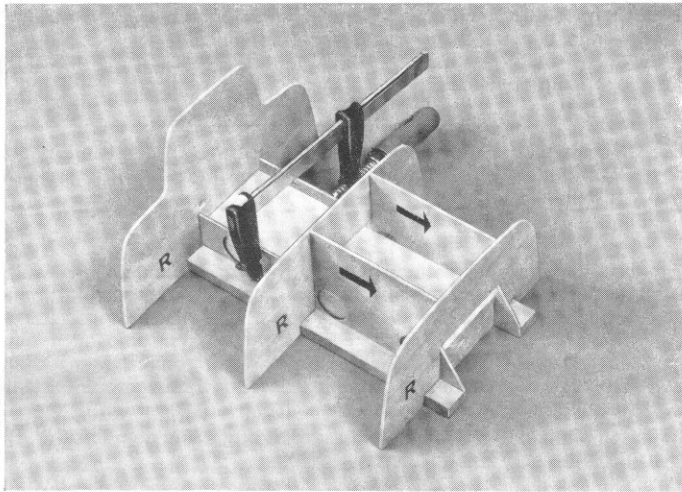
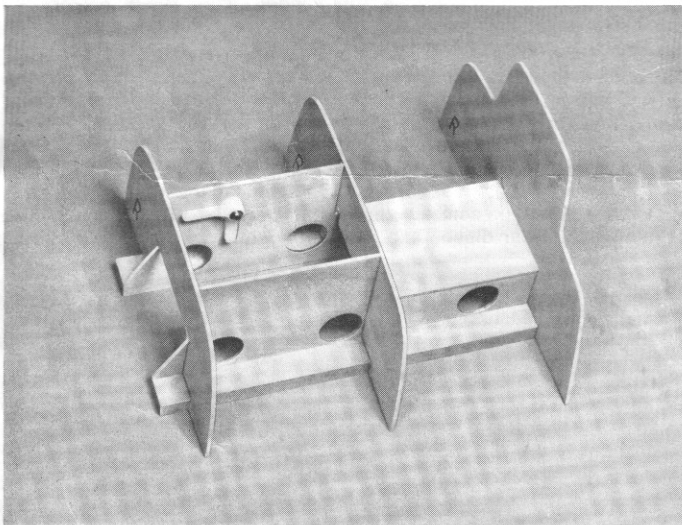

Abb. 9
Abb. 10
Vorsicht! Spant nicht an Klotz leimen. Diesen Bauzustand zeigt Abbildung 9. Eventuell ist es notwendig, die Versteifungen (101) auf dem Baubrett festzuklemmen. Den Winkelhebel (105) mit den Teilen (106) — (109) leicht drehbar an die rechte Innenseite vom Längsspant (100) anbringen, die Querversteifung (110) einpassen und mit den anschließenden Teilen gut verleimen. Das Maß von Außenkante zu Außenkante der Teile (101) muß genau 100 mm betragen. In Abbildung 10 ist die fertige Baugruppe zu sehen.